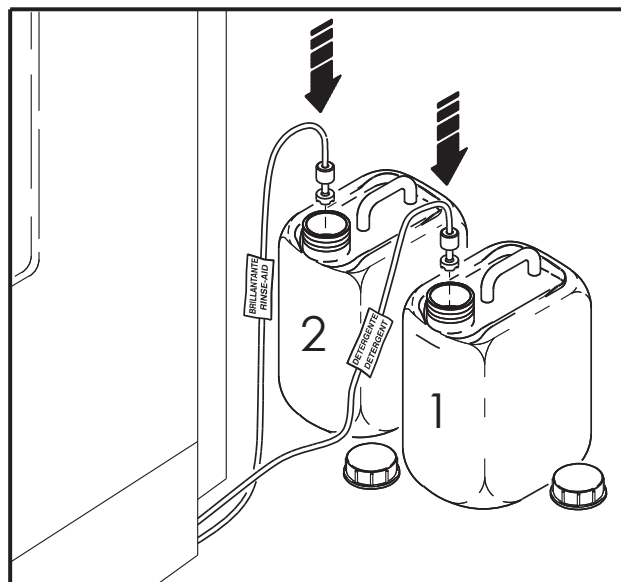

Рис. 22
- Проверьте уровень ополаскивателя и моющего средства во внешнем баке, при необходимости восстановите уровень (рис. 22)